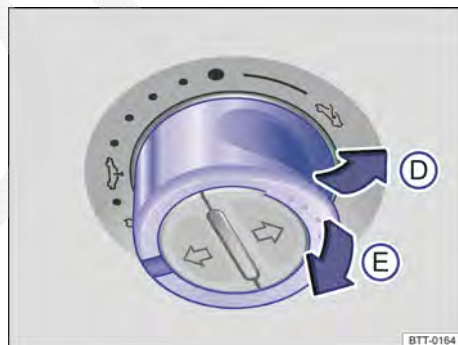

Fig. 94 No revestimento do teto: Interruptor para o teto de vidro.
- **Expor totalmente:** pressionar o interruptor brevemente na direção da seta → Fig. 94 **D**.
- alguns segundos após a liberação do limitador de força, puxar o interruptor → Fig. 94 no sentido da seta **E** até que o teto solar esteja completamente fechado.